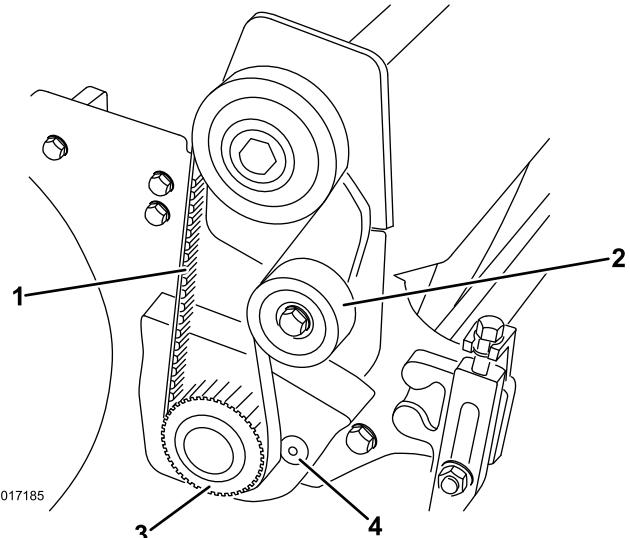

Figura 8
17. Desaperte a polia intermédia para aliviar a tensão da correia e retire a correia da alvana do cilindro das polias (Figura 8).
18. Utilizando um roquete de 1/2 pol. e uma extensão, retire a polia da transmissão do veio do cilindro (Figura 8). Fixe o cilindro para não rodar com um bloco de madeira.
19. Retire os dois parafusos da máquina com cabeça chata e as porcas que fixam a cobertura do braço do aparador à caixa de rolamentos e à placa lateral (Figura 8). Retire a cobertura do braço do aparador e guarde o parafuso.